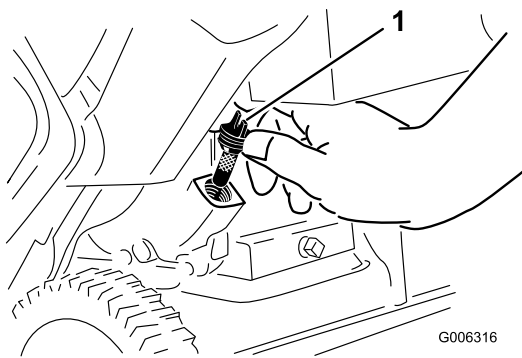

Bild 12
2. Reinigen Sie den Bereich um den Öleinfülldeckel (Bild 12).